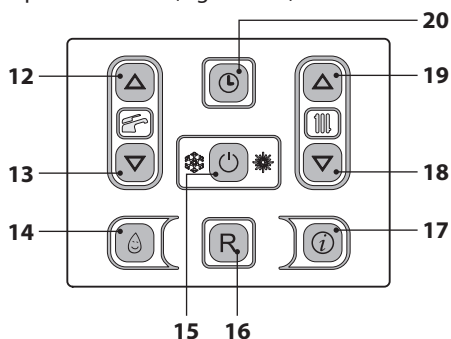
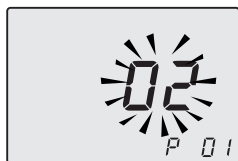

Figura 5.34
Figura 5.35
- Entrare in "modalità programmazione" premendo contemporaneamente per 10 secondi i tasti 15 - 18 - 19 (Figura 5.34) fino a far apparire sul display LCD le lettere **P01** e il valore del parametro, indicanti l'entrata nel "parametro 01" (Figura 5.35).
- Premendo il tasto 15 (Figura 5.34) si ottiene la conferma del valore inserito.
Comunque se la temperatura ambiente non dovesse essere confortevole si può aumentare o diminuire la temperatura di mandata dell'impianto riscaldamento di  $\pm 15^\circ\text{C}$  agendo sui tasti 18 (diminuzione) e 19 (aumento) (Figura 5.34).